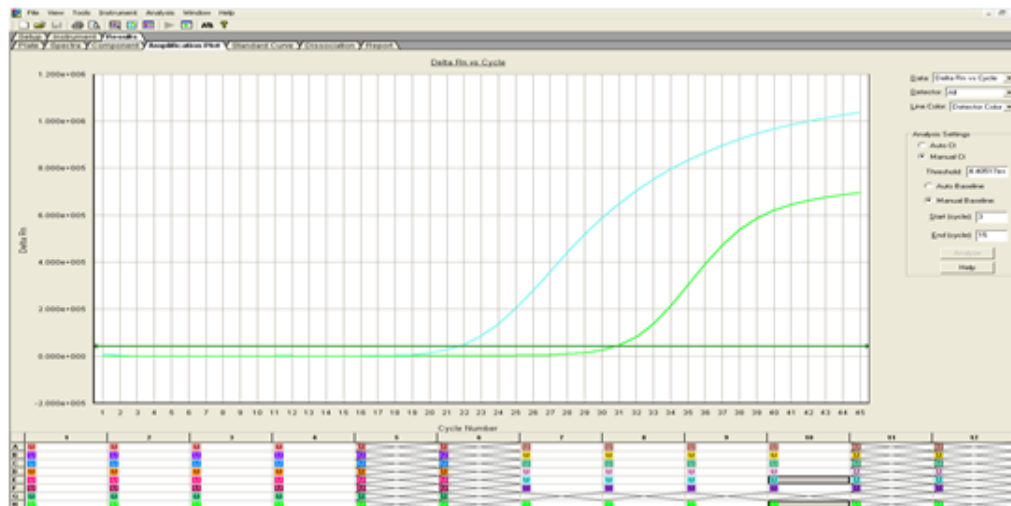

Figura 21.- Muestra positiva para Coronavirus HKU1
- i) **Coronavirus HKU1 (HCoV HKU1)**: Se reportará un resultado positivo al observar una sigmoide en los detectores con **Curva de amplificación “Verde Turquesa”**: Fluorocromo para la detección de Coronavirus HKU1. **Curva de amplificación “Verde Fluorescente”**: Fluorocromo para la detección de RP. (Figura 21).